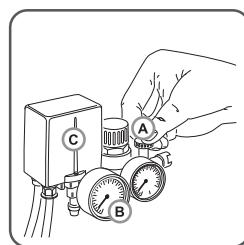

Рис. 5
**Внимание!** При первом запуске компрессора, оставить его поработать примерно на 10 минут с полностью открытым краном **A** выпуска воздуха (Рис. 5).
По истечении этого времени,, закрыть кран **A** и проверить, чтобы компрессор нагнетал воздух в ресивер и останавливался автоматически по достижении максимального давления, указанного на табличке компрессора, а также на индикаторе манометра **B** (Рис. 5).
В данный момент Вы можете убедиться в простоте принципа работы компрессора. Работает он полностью автоматически при помощи регулятора давления **C** (Рис. 5), останавливающего мотор по достижении максимального